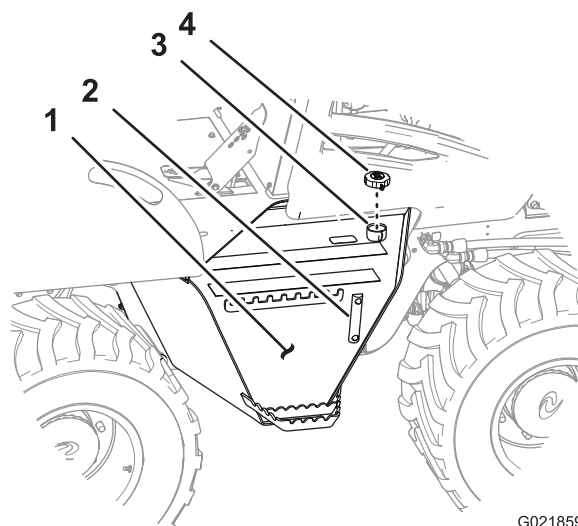

Figure 91
3. Retirez le bouchon de remplissage/évent du tube de remplissage (Figure 91).